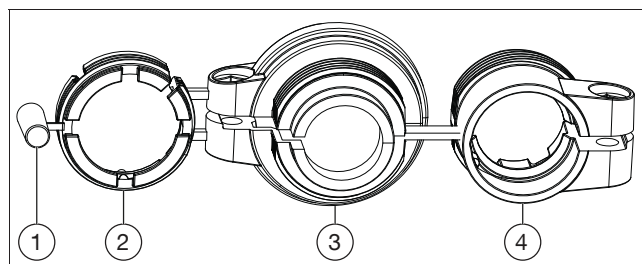

Рис. 2 Адаптер
3. При необходимости используйте подходящий адаптер для „mote 200“ (см. рис. 2 на стр. 8 и 4 на стр. 9) и установите его на вентиль.